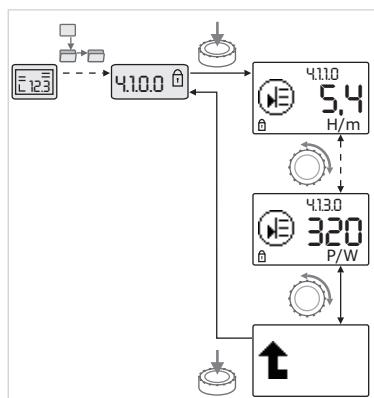

Fig. 37: Richiamo di informazioni
- Ruotando il pulsante rosso selezionare gli elementi di menu del tipo “Informazioni” dell’attuale sottomenu (vedi fig. 37). Per la spiegazione delle impostazioni rappresentate da simboli vedi la tabella nel capitolo 8.7 “Riferimento elementi di menu” a pagina 88”.